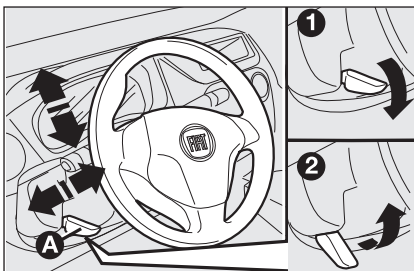

fig. 28
- ☐ ontgrendel de hendel **A**-fig. 28 door deze naar voren te drukken (stand 1);